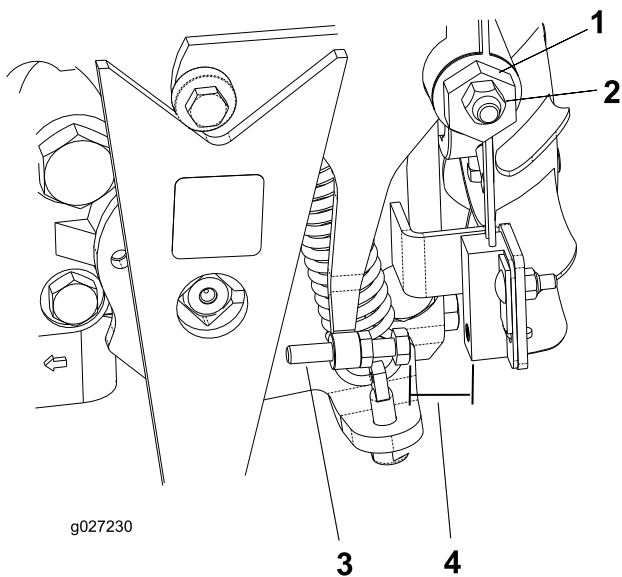

Рисунок 34
- Ослабьте контргайку на кулачке регулировки тяги (Рисунок 34).
- Запустите двигатель и поверните шестигранник кулачка (Рисунок 34) в обоих направлениях, чтобы определить среднюю точку в центральном положении.
- Регулируйте винт до тех пор, пока зазор не составит от 0,8 до 2,3 мм; см. Рисунок 34.